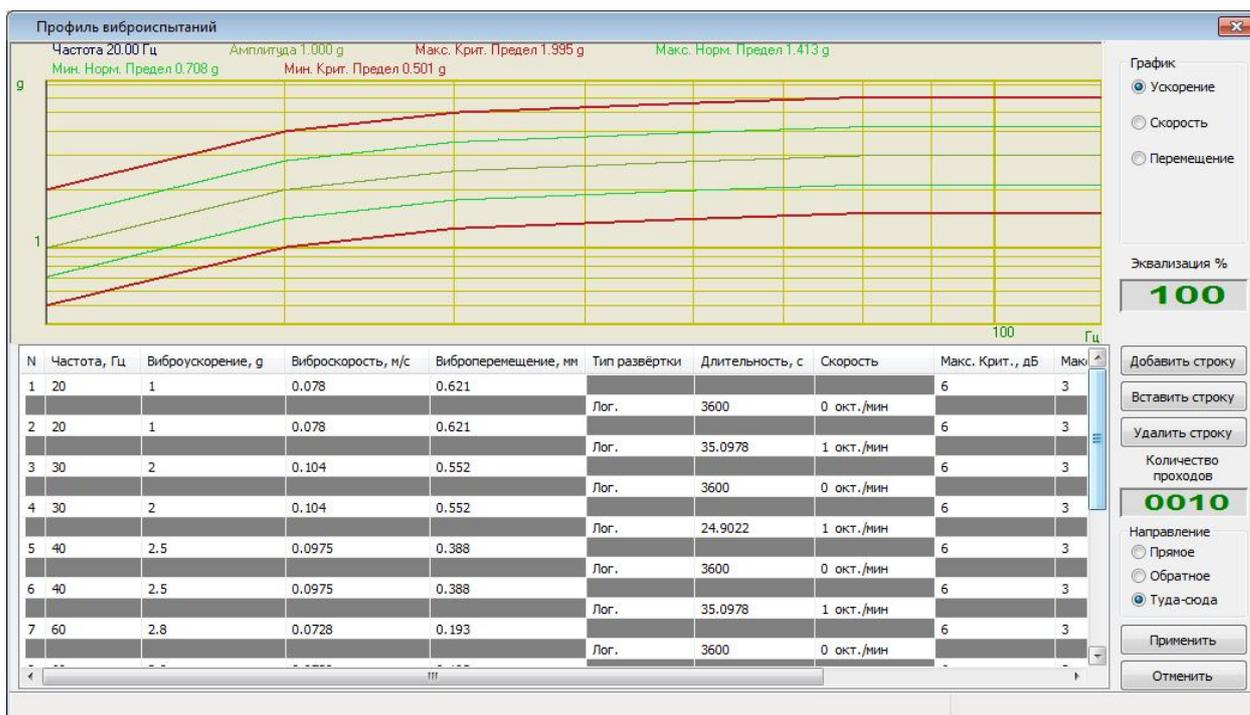

Рисунок 4.2.3. Пример задания профиля виброиспытаний на фиксированных частотах.
**Примечание:** в некоторых случаях требуется провести испытания на фиксированных частотах. Для этого необходимо задать профиль испытаний соответствующим образом. Для каждой фиксированной частоты необходимо задать две строки в профиле виброиспытаний с соответствующей частотой и соответствующую длительность интервала, скорость развёртки в этом случае будет равна нулю (Рисунок 4.2.3).